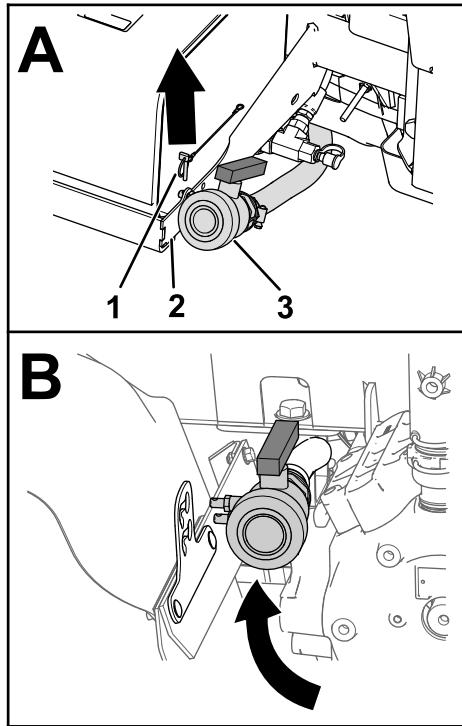

図 13
- ドレンバルブをタンクブラケットに固定しているリンチピンを抜き取る図 13。
- ドレンバルブを、左後部フェンダとポンプとの間に移動する図 13。